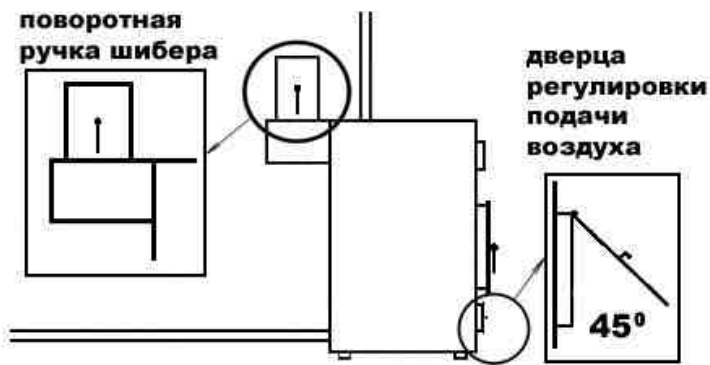

Рис. 3
Регулировка мощностной нагрузки котла, производится установкой ручки регулировки, изменения положений дверцы регулировки подачи воздуха и дроссельной заслонки (Рис.3). Фиксируя ее от самого нижнего положения до самого верхнего положения производится регулирование мощности работы котла. Крайнее нижнее положение соответствует полному прекращению работы котла. Крайнее верхнее положение соответствует наиболее быстрому нагреву теплоносителя.
2. – установите, ручку регулировки мощности котла (Рис.3), в верхнее положение, соответствующее максимальной мощности котла. При этом дверца регулировки подачи воздуха будет находиться в максимально открытом положении под 45°.
7 - необходимо следить за тем, чтобы температура теплоносителя не поднималась выше 85°C. Прекращение подъема температуры обеспечивается перемещением ручки регулировки, изменения положений дверцы регулировки подачи воздуха и дроссельной заслонки (Рис.3) в более нижние положения.
Если необходимо поднять температуру теплоносителя, то перемещайте ручку регулировки, изменения положений дверцы регулировки подачи воздуха и дроссельной заслонки (Рис.3) в более верхние положения. Чем выше установите, тем быстрее будет нагреваться теплоноситель и соответственно будет больше промежуток инерции подъема температуры при последующем необходимом прекращении нагрева теплоносителя – закрыванием дверки подачи воздуха и дросселя.
Если необходимо уменьшить температуру теплоносителя, переместите ручку регулировки, изменения положений дверцы регулировки подачи воздуха и дроссельной заслонки (Рис.3) в более нижнее положение. Чем ниже установите, тем быстрее будет падать температура теплоносителя, воды и соответственно будет больше промежуток инерции понижения температуры при последующем прекращении уменьшения температуры теплоносителя – при открывании дверки подачи воздуха и дросселя.
8 - После того как воздух в отапливаемом помещении нагреется, установите ручки регулировки, изменения положений дверцы регулировки подачи воздуха и дроссельной заслонки (Рис.3) в положение, при котором необходимая Вам температура теплоносителя не будет подниматься и уменьшаться – стабилизируется и будет оставаться такой до тех пор пока в грузозонном пространстве котла не останется топлива менее 1/5 от количества максимальной загрузки (максимальная загрузка до верха проема грузозонного пространства), после чего Вы должны будете или доложить топлива – в этом случае температура теплоносителя и воздуха в отапливаемых помещениях останется стабильной, если не изменится значительно температура наружного воздуха, более чем на 5-10°C или приоткрыть дверку подачи воздуха для обеспечения полного догорания топлива.
9 - перед очередной закладкой топлива установите ручку регулировки, изменения положений дверцы регулировки подачи воздуха и дроссельной заслонки (Рис.3) в крайнее верхнее положение для обеспечения максимальной тяги, подождите 1-2 минуты (этим вы обеспечите минимальный выход дыма в помещение при открывании дверки топki), после чего откройте дверку топki, загрузите топливо, закройте дверку топki и через 2 - 3 минут верните ручку регулировки, изменения положений дверцы регулировки подачи воздуха и дроссельной заслонки (Рис.3) в то положение, в котором она находилась до перемещения в крайнее верхнее положение, если хотите сохранить прежний режим работы котла.
положений дверцы регулировки подачи воздуха и дроссельной заслонки (Рис. 3) буквально на 5-10 минут, пока заложенное топливо не займется огнем, (чем влажнее топливо - тем дольше), после чего необходимо вернуть ее в положение, в котором она находилась до закладки топлива;
При первой топке котла после его установки, ручка регулировки (Рис. 3) должна находиться в верхнем положении до момента нагрева теплоносителя до 75-85°C и позволить котлу проработать в таком режиме не менее 6 часов. После чего устанавливайте необходимую Вам температуру теплоносителя, воздуха в отапливаемых помещениях перемещением ручки регулировки (Рис. 3) в соответствии вышеуказанному «порядку эксплуатации».